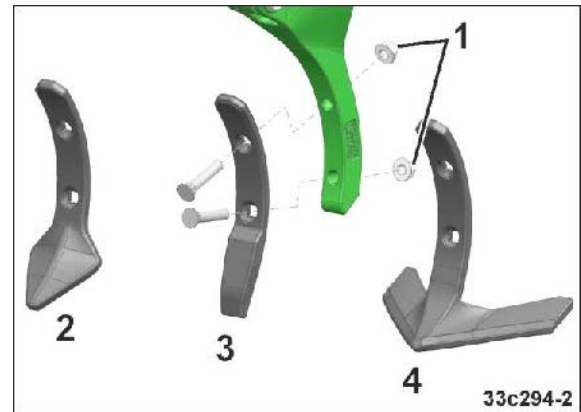

Fig. 184
1. Løsne festemutrene (Fig. 184/1)
3. Trekk til festemutrene (Fig. 184/1).
Vingeskjær (Fig. 184/4)	stor
Gåsefotskjær (Fig. 184/2)	↓
Smalt skjær (Fig. 184/3)	liten